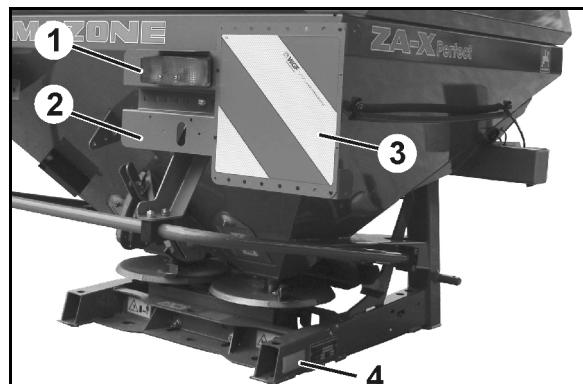

Рис. 9
**ZA-X:** Рис. 9/...
- (1) Задние габаритные фонари, стоп-сигналы и указатель поворотов
- (2) Крепление для номерного знака с подсветкой